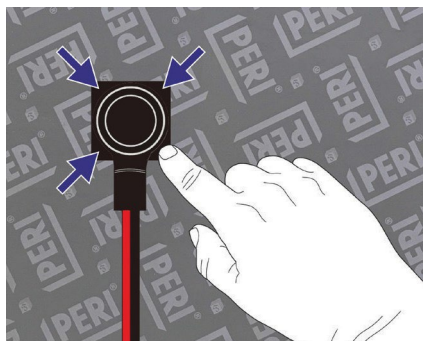

Fig. 08
3. Premere i bordi del sensore sul substrato. (Fig. 08)